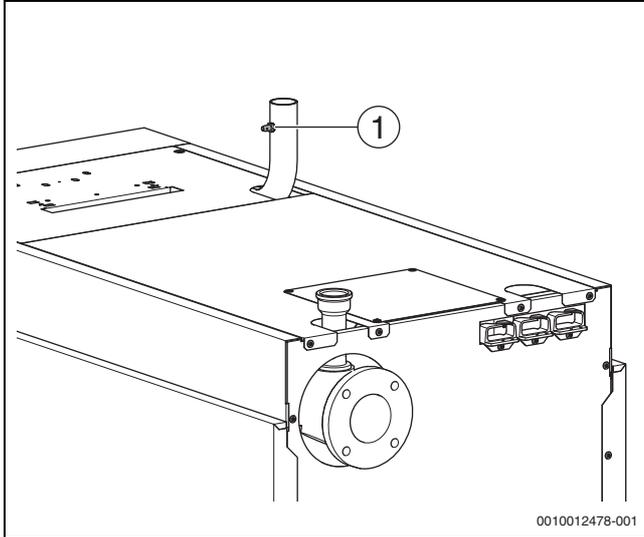

Fig. 31 Purge de la conduite de gaz
- ▶ Dévisser de 2 rotations la vis de verrouillage de l'embout de contrôle (→ Figure 31, [1], page 30) pour la pression de raccordement du gaz et la purge.